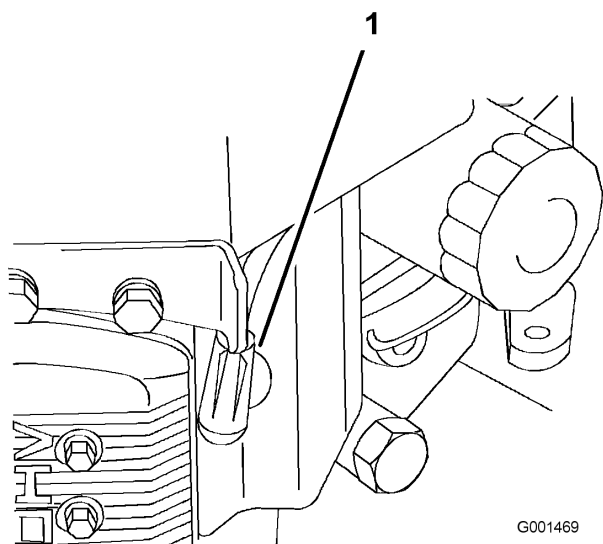

Figura 27
3. Desconecte los cables de las bujías (Figura 27).